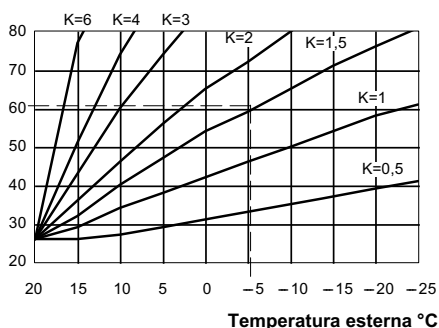
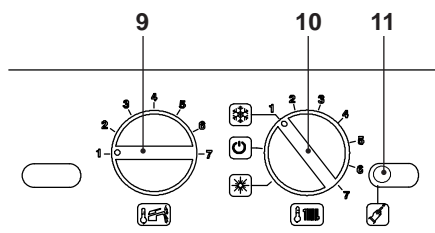

Figura 5.32
Figura 5.33
dimento dell'impianto di riscaldamento per ottimizzare la temperatura di mandata (Figura 5.32).
Es. Per avere una temperatura di mandata all'impianto di riscaldamento di 60°C con una esterna di -5°C si deve settare un K di 1,5 (linea tratteggiata in Figura 5.32).
- Posizionare le manopole 9 e 10 indicate in Figura 5.33.
- Per settare il coefficiente K, determinato dalla Figura 5.32 bisogna entrare in programmazione premendo per 15 secondi il pulsante di ripristino 11, in Figura 5.33 fino alla comparsa del parametro **P01** sul display LCD; sul display LCD compare la seguente visualizzazione (la sequenza **P01** si alterna a ---).
- Premere il pulsante di ripristino 11, in Figura 5.33, per lo scorrimento dei vari parametri sino al raggiungimento del parametro **P15** valido per il settaggio del coefficiente K; sul display LCD compare a seguente visualizzazione (la sequenza **P15** si alterna a 00).
- Impostare il valore ruotando la manopola in Figura 5.33 da un minimo di 30 (la sequenza **P15** si alterna 30)
ad un massimo di **255** in base alla curva scelta del coefficiente K in Figura 5.32.